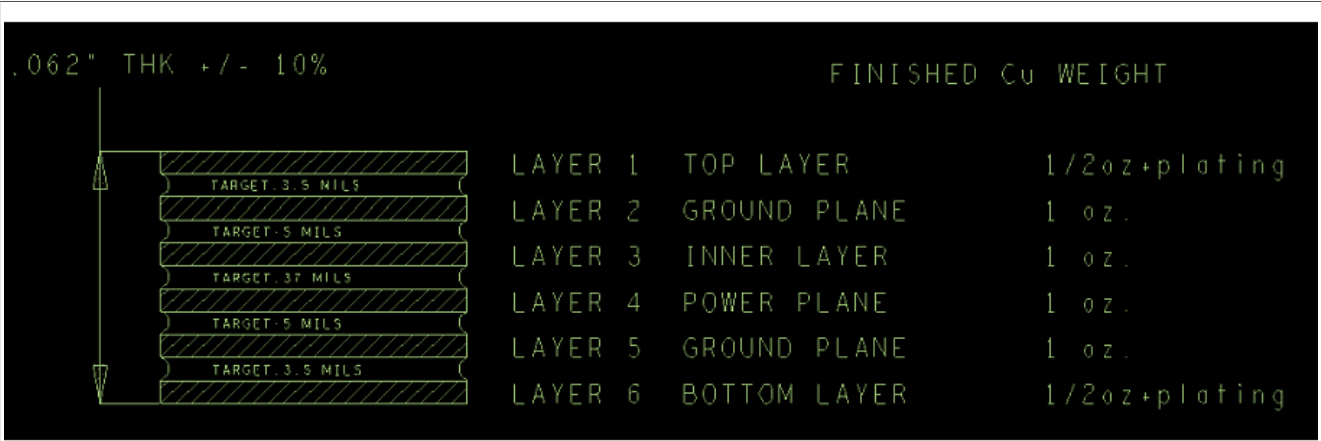

图 4. IMXRT1170EVK 分层
- 分层建议为 6 层，分层布置如 图 4 所示。其中左侧显示了 Gerber 文件的一部分，是恩智浦在制造详情中提供的详细信息。右侧显示了 PCB 制造公司针对相关要求提出的解决方案。图 5 展示了 IMXRT1170EVK PCB 的分层实施情况。